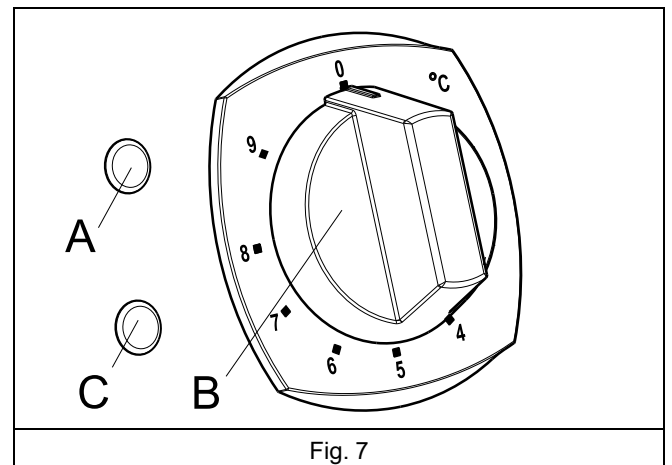

Fig. 7
1. Vrid effektreglagevredet "B" för att välja önskad tillagnings-effekt (se Fig. 7).